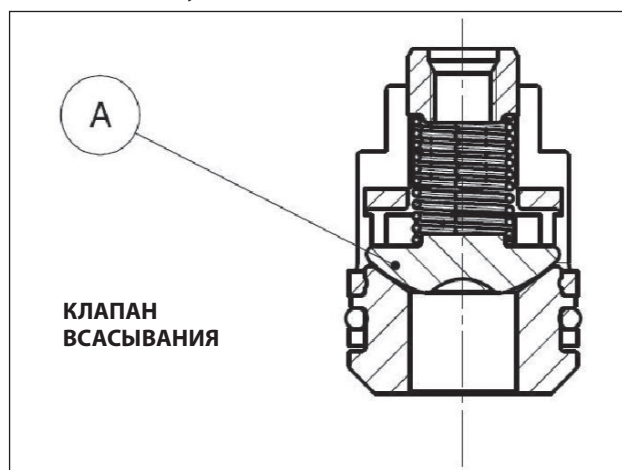
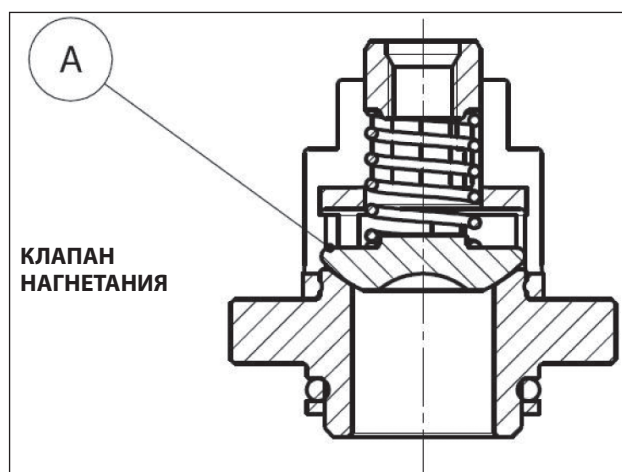

Рис. 26
Рис. 27
2. Кроме того, в версиях HF18 – WK355 следите за тем, чтобы не перепутать местами шаровые клапаны всасывания и клапан нагнетания «А» (Рис. 26, Рис. 27), поз. на детализировочном чертеже 46, как указано в разделе 16 **Руководства по эксплуатации и техническому обслуживанию**.